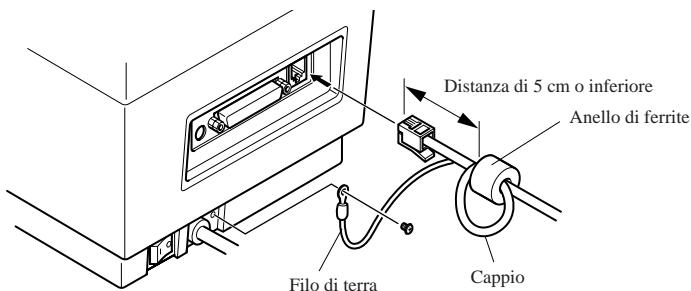

Fig. 3-5
■ Fissare l'anello di ferrite grande sul cavo dell'unità periferica eseguendo la stessa procedura vista di ferrite del cavo dell'interfaccia parallela. Tuttavia, quando si applica l'anello di ferrite sul cavo dell'unità periferica, è necessario fare un cappio al cavo come mostrato in Fig. 3-5.